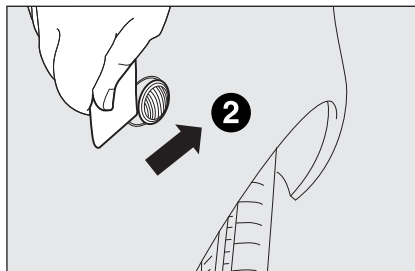

fig. 16b
- ☐ puis faire levier dans la direction opposée en partant de l'arrière (**2-fig. 16b**) et extraire le groupe **B** ;